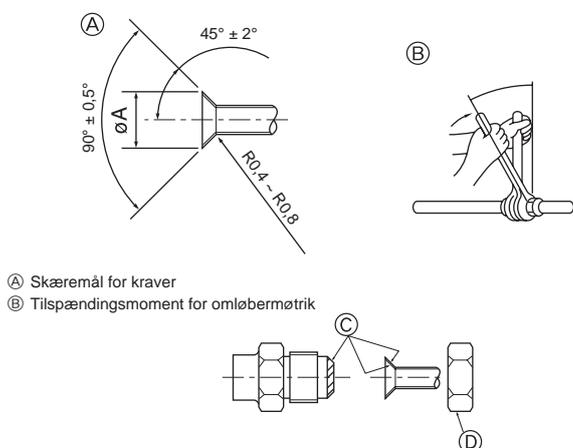

Fig. 4-1
- Kom et tyndt lag køleolie på rør og samlingsoverflade, før stramning af brystmøtrikken. Ⓐ (Fig. 4-1)
- Anvend to skrueøgler til at spænde rørforbindingerne. Ⓑ (Fig. 4-1)
- Påfør kølemaskineolie på hele opkravningsædets overflade. Ⓒ (Fig. 4-1)
- Brug koniske møtrikker til følgende rørstørrelse. Ⓓ (Fig. 4-1)
Ⓐ (Fig. 4-1)
Ⓑ (Fig. 4-1)